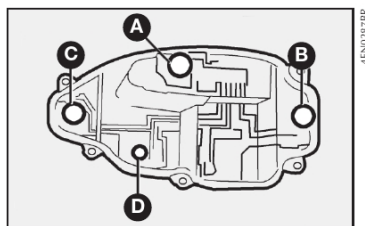

fig. 27
- 5) remover as lâmpadas empurrando-as levemente e girando-as no sentido horário **fig. 27**.
De 12V-21W para as luzes dos freios **C-fig. 27**.
De 12V-21W para as luzes de marcha a ré **B-fig. 27**.
De 12V-R5W para as luzes de posição **D-fig. 27**.
De 12V-21W para os indicadores de direção **A-fig. 27**.